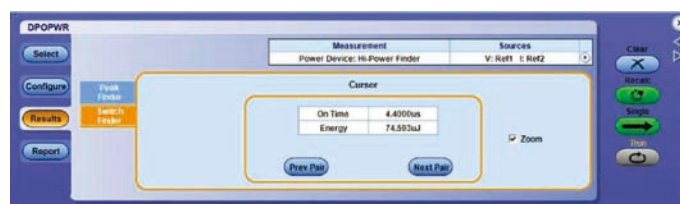

図10. Switch Finderタブによるエネルギー損失
- Switch Finder Tab：カーソルの位置におけるエネルギー損失が表示されます（図10を参照）。